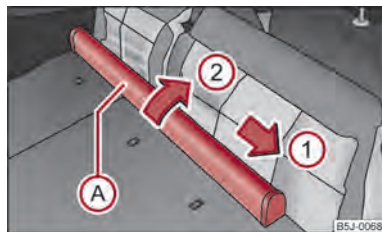

Fig. 55 Asientos traseros: Caja de la red divisoria del maletero
- Desplace la red divisora (A) ⇒ fig. 55 en el sentido de la flecha (1) y sáquela del alojamiento en el respaldo del asiento trasero derecho en el sentido de la flecha (2).